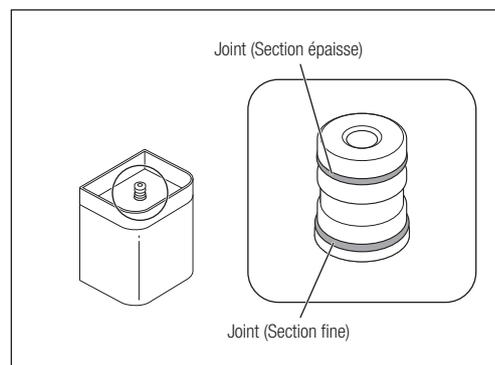

Fig. 47
- Les joints présentent des épaisseurs différentes. Assurez vous de les disposer sur l'emplacement correct (Fig. 47).